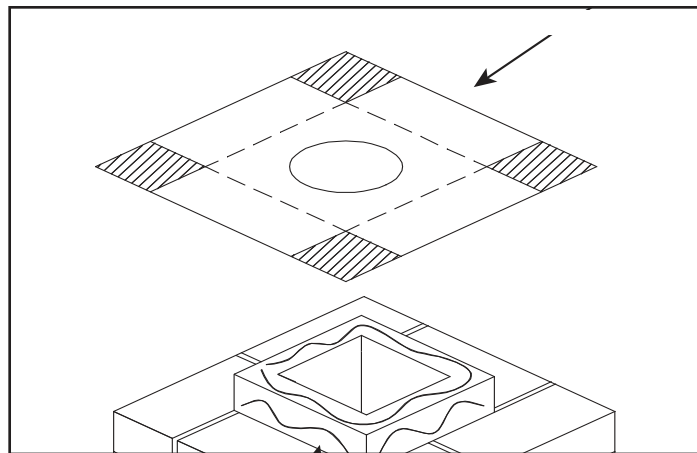

Figure 4.26
3. Fixez le solin en tôle galvanisée en haut de la cheminée en maçonnerie au moyen d'un boudin de colle qui ne durcit pas pour le rendre étanche. Si le solin est plus grand que le haut de la cheminée, faites des entailles et repliez-le selon les besoins pour l'adapter à la cheminée. Voir la Figure 4.26.